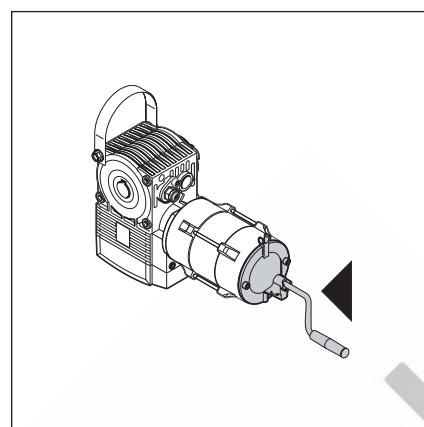

Abb. 8-4: Wellenantrieb mit Handkurbel
- b. Wellenantrieb mit Handkurbel (siehe Abb. 8-4): durch Drehen der Handkurbel das Tor in die gewünschte Richtung bewegen.